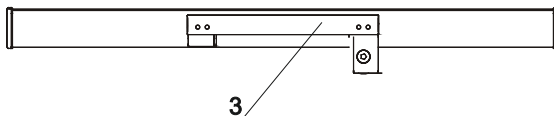

Рисунок 4
2. Вставьте внешнюю часть ручки (3) в ее основание (до характерного щелчка) (рис. 4).